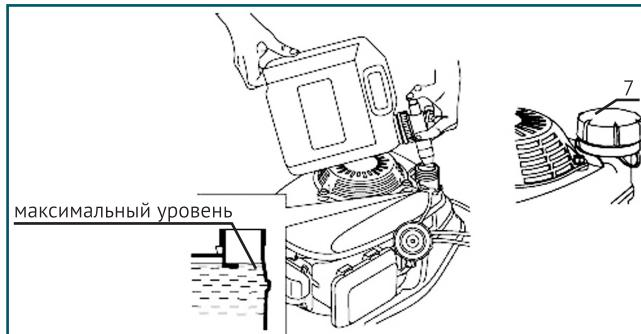

Рис.12
- Для заправки газонокосилок необходимо снять крышку заливной горловины (7) и залить топливо в бак, как показано на Рис. 12. Заливать топливо аккуратно, избегая переполнения и перелива. На горлышке заливной горловины не должно быть подтеков топлива. После залитки топлива, тщательно закрутить крышку бака. При переливании некоторого количества бензина, перед запуском мотора протереть насухо все подтеки топлива.